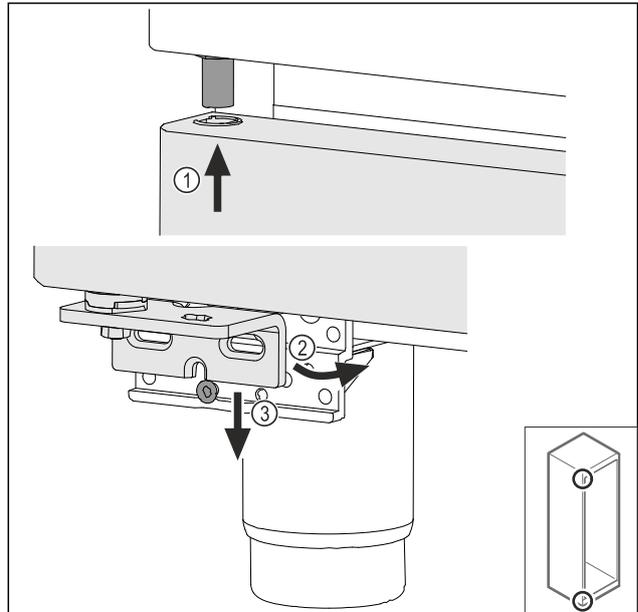

Fig. 74
- ▶ Установите дверь под небольшим уклоном сверху Fig. 74 (1), выровняйте ее прямо Fig. 74 (2) и смонтируйте снизу на винт опорного кронштейна Fig. 74 (3).